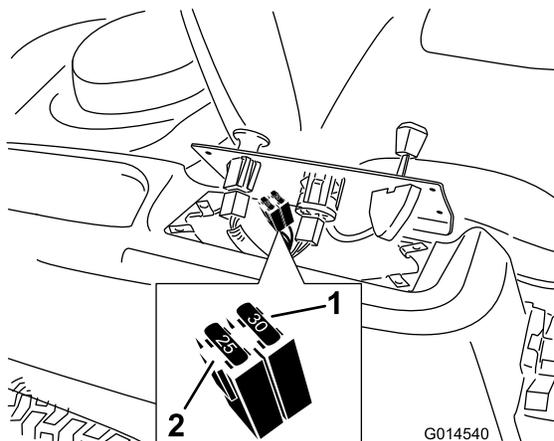

Bild 45
2. Heben Sie das Armaturenbrett an, um an den Hauptkabelbaum und den Sicherungsblock zu gelangen (Bild 45).
3. Ziehen Sie die Sicherung zum Wechseln heraus (Bild 45).